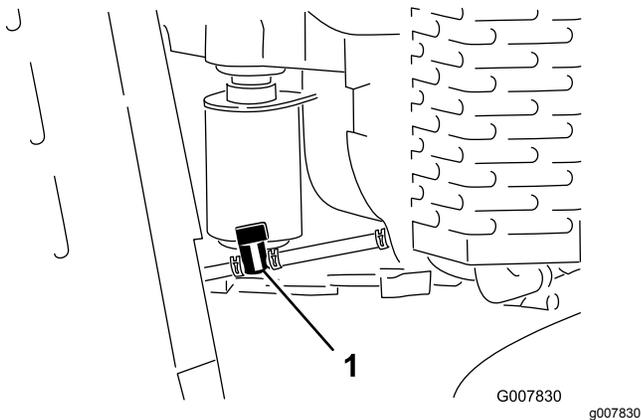

図 35
3. 燃料バルブを閉じる 図 35。
4. 燃料バルブについているホースのエンジン側のホースクランプをゆるめて、バルブから離れた位置に移動させる 図 35。
5. 燃料ラインをバルブから抜き取る 図 35。